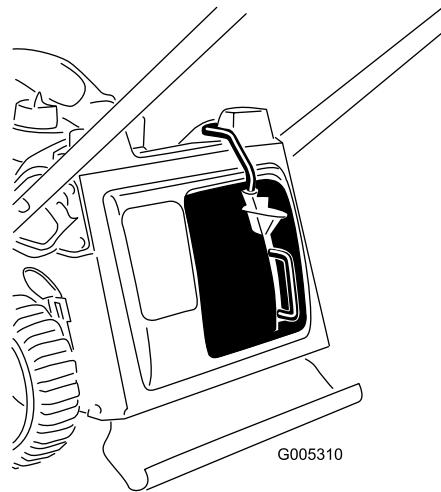

Bild 10
3. Lassen Sie die Taste am Hebel los und stellen Sie sicher, dass die Oberseite des Hebels ganz im Schalterkanal liegt (Bild 10). **Wenn die Hebeloberseite nicht im Schalterkanal liegt, springt das Mähwerk nicht an!**